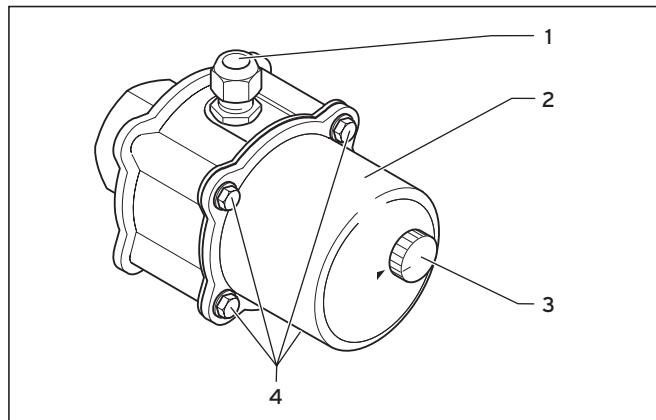
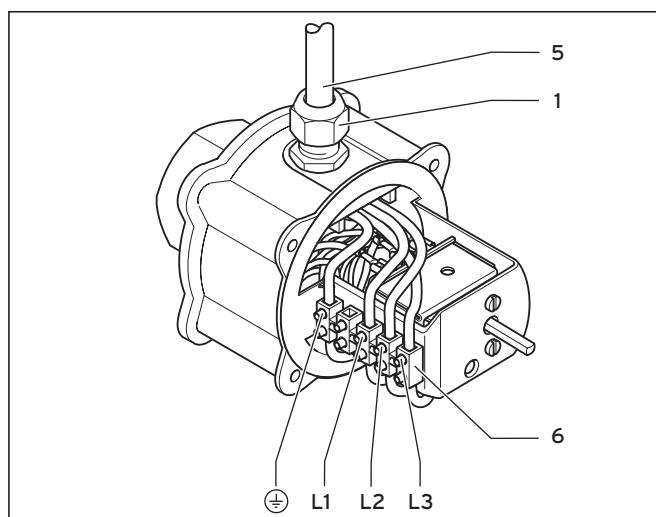

Bild 6.1 Installera elpatronen
Bild 6.3 Elektrisk anslutning 400 V-elpatron
Gå till väga enligt följande (se bild 6.1 till bild 6.3):
- Dra bort inställningsknappen (3, bild 6.1).
- Skruva loss de 4 sexkantskruvarna (4, bild 6.1).
- Dra bort locket (2, bild 6.1).
- Tryck in säkerhetstemperaturbegränsaren (7).